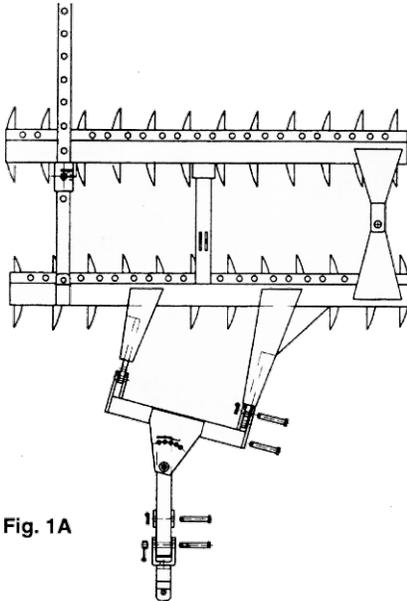
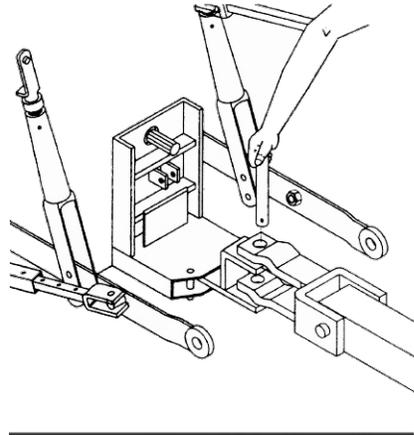
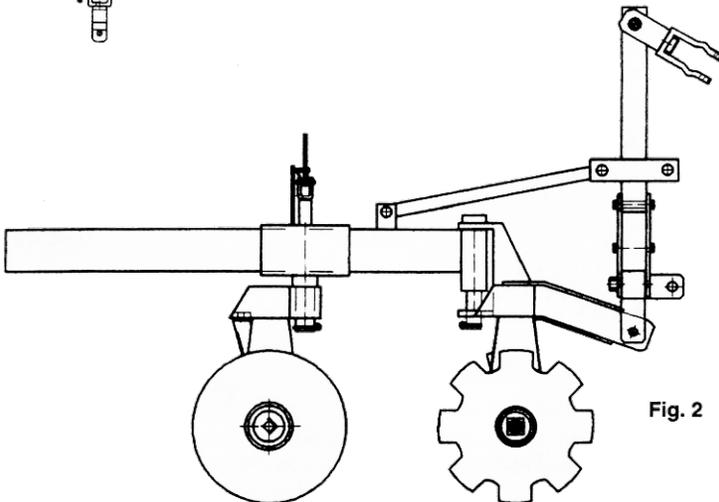

Fig. 1A
Fig. 1B
Fig. 2
2.3) É um equipamento de alto rendimento de trabalho, devido à sua grande versatilidade. Como é um equipamento de tração, (vide fig. 1B) para transportar no campo, basta destravar totalmente a grade colocando os dois rolos de discos em paralelo e o cabeçalho na posição perpendicular aos rolos de discos vide fig. 1A. Para transporte em estradas ou na cidade, basta acoplar nos três pontos do hidráulico e a grade estará suspensa para transporte, vide fig.2 e instruções no item 6.2.
- 6.1) Este é um equipamento de arraste, portanto basta engatar o cabeçalho na barra de tração do trator, vide fig. 1B. Lembrar de passar a corda do pino de travamento até próximo ao assento do operador, para facilitar a regulagem da grade.
- 6.2) Para transporte através dos três pontos do hidráulico, vide fig.2 levantar o cabeçalho na vertical, contrapinando o mesmo na estrutura do rolo dianteiro. Para acoplar, siga a seqüência indicada a seguir: